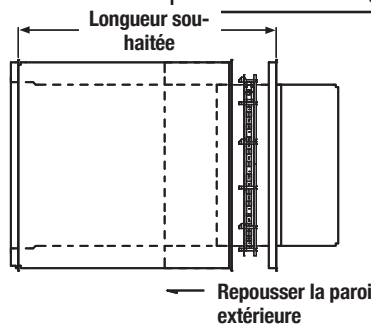

Figure 53 - Longueur ajustable, ÉTAPE D'INSTALLATION B
- b. Repousser la section coulissante de la paroi extérieure pour accéder à la paroi intérieure. Voir **Figure 53**.